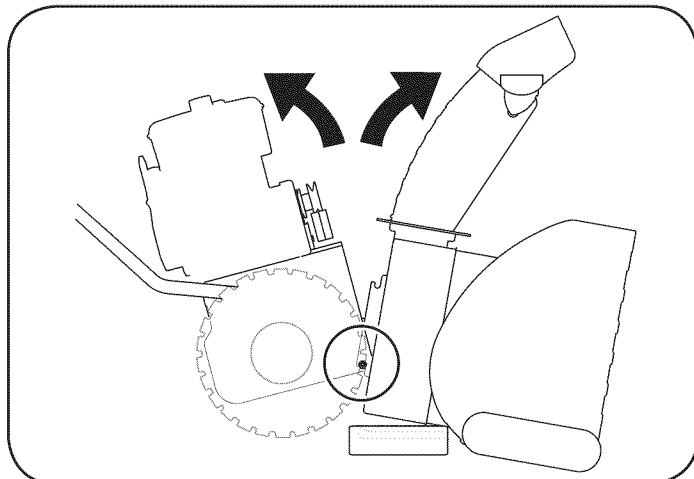

Figura 33
5. Coloque un bloque de madera debajo de la barra de vivienda, como se muestra en la Figura 33 y separado de la vivienda barra marco inclinando el cuerpo hacia adelante y hacia abajo en las asas.